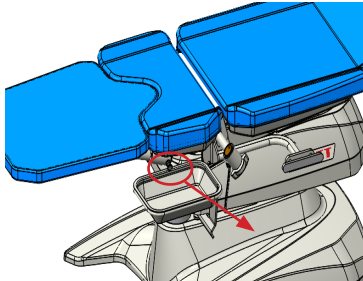
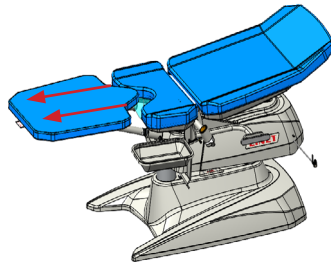

Fig. 4 Retirada del pasador de bloqueo
Fig. 5 Retirada de la superficie del paciente
- 2) Tire del pasador de bloqueo con una mano (Fig. 4) mientras retira la extensión de la superficie del paciente de la silla con la otra (Fig. 5)